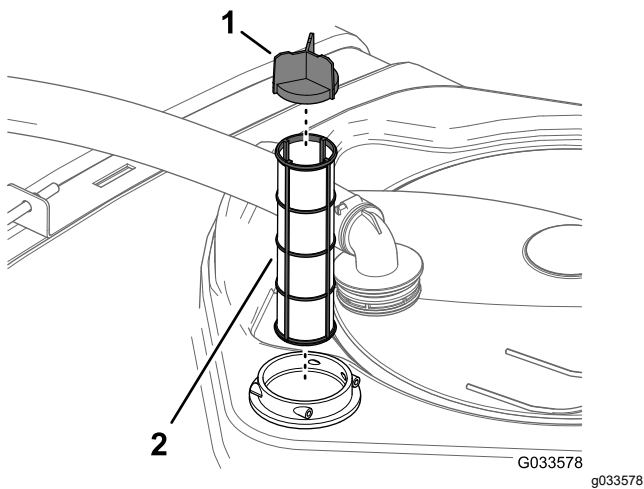

Figure 28
4. Sortez la crépine d'aspiration du logement du filtre dans le réservoir (Figure 28).